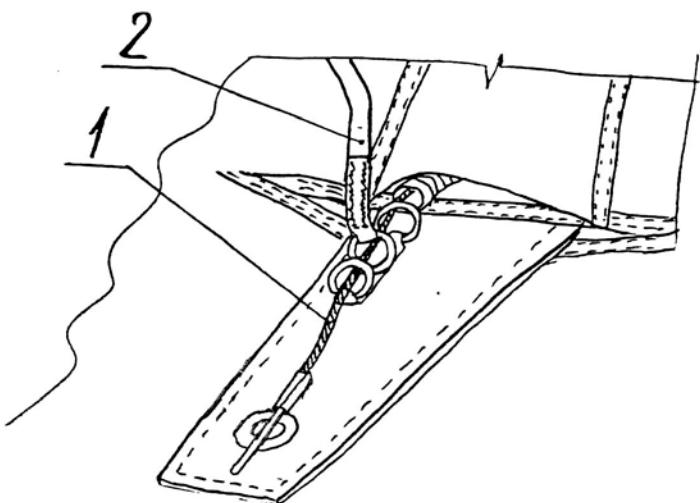

Рис.16:
3.3.3. Вставить кольцо звена ручного раскрытия в карман на левом плечевом предохранителе ранца, а трос пропустить в шланг, вывести наружу, пропустить через кольца на верхнем клапане ранца (и кольцо звена системы «Транзит»*) и вывести концевую шпильку к люверсу клапана (рис. 16). Закрепить звено системы «Транзит»* текстильной застежкой вдоль левых свободных концов ПЗ.